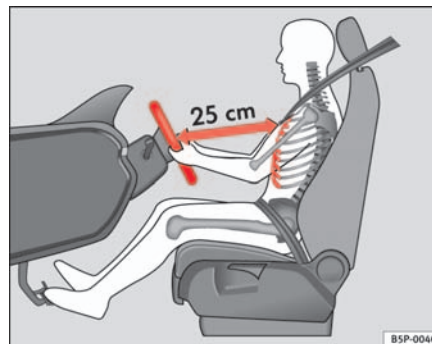

Abb. 111 Die richtige Sitzposition des Fahrers
- Stellen Sie das Lenkrad so ein, bis die gewünschte Einstellung erreicht ist ⇒ Abb. 111.
- Stellen Sie den Fahrersitz oder das Lenkrad so ein, dass der Abstand zwischen Lenkrad und Brustbein mindestens 25 cm beträgt ⇒ Seite 153, Abb. 111. Wenn Sie den Mindestabstand nicht einhalten, kann Sie das Airbag-System nicht schützen – Lebensgefahr!